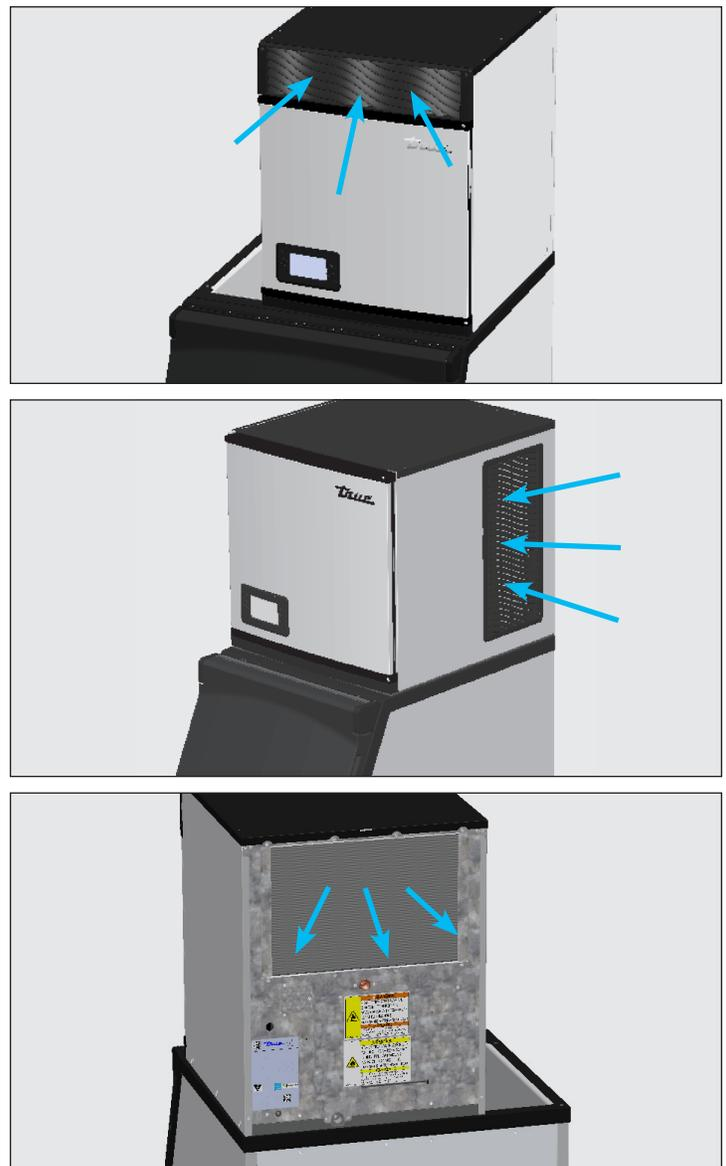

Fig. 1. El aire fluye hacia el frente y los costados, y sale por la parte trasera.
- Esta máquina de hielo extraerá aire desde el frente y los costados, y lo expulsará por la parte trasera. Consulte la fig. 1. Esta máquina de hielo también invertirá el motor del ventilador de manera periódica para eliminar la suciedad del serpentín del condensador.